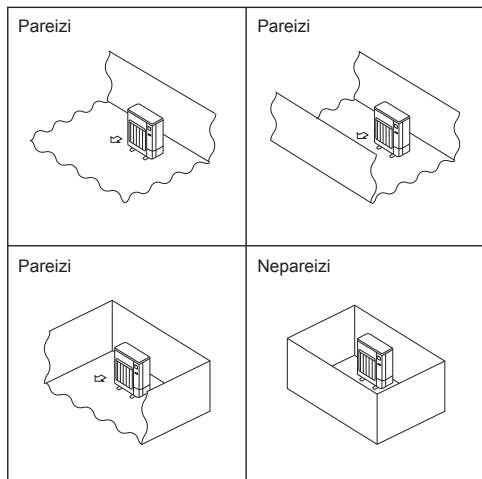

Fig. 2-2
- Ārējās iekārtas uzstādiēt tādās vietās, kur vismaz vienā no iekārtas četrām sāniem ir brīva telpa, un visa telpa kopumā ir pietiekami liela un bez padziļinājumiem. (Fig. 2-2)